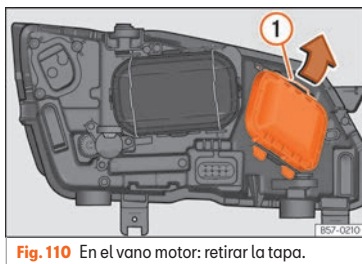

Fig. 110 En el vano motor: retirar la tapa.
2. Desplace el tirante » fig. 110 ① en el sentido de la flecha y saque la tapa.